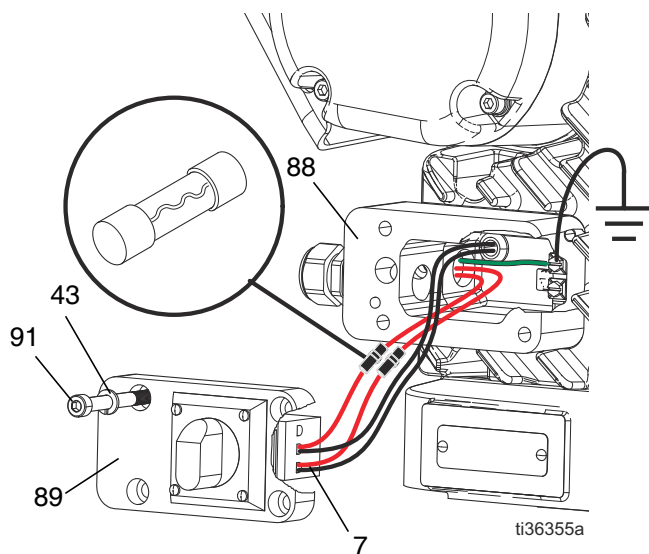

FIG. 10 : Emplacement des fusibles
3. Déposer les quatre vis (91) et enlever le couvercle du boîtier de raccordement (89) du moteur pour pouvoir accéder au bloc de raccordement (7). Voir FIG. 10.